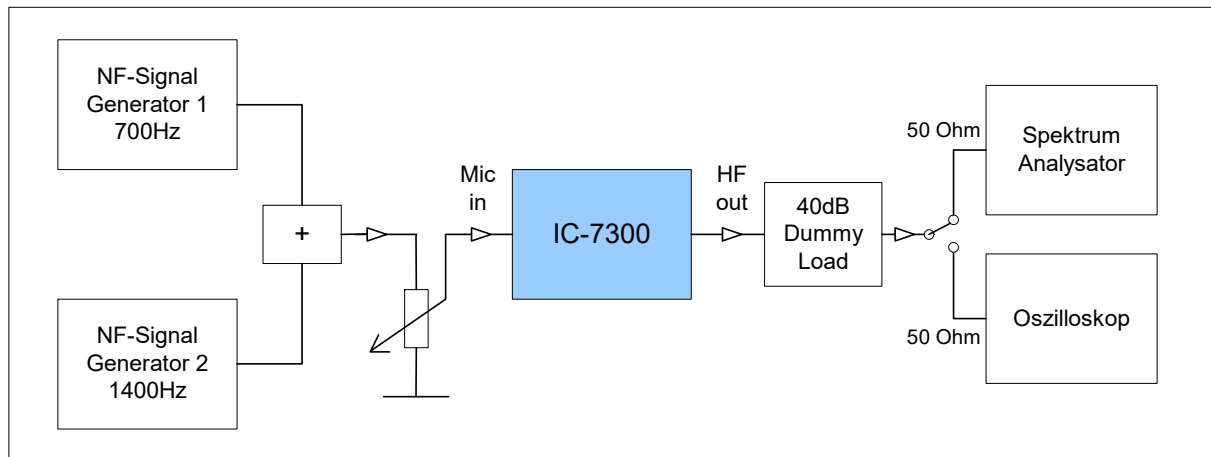
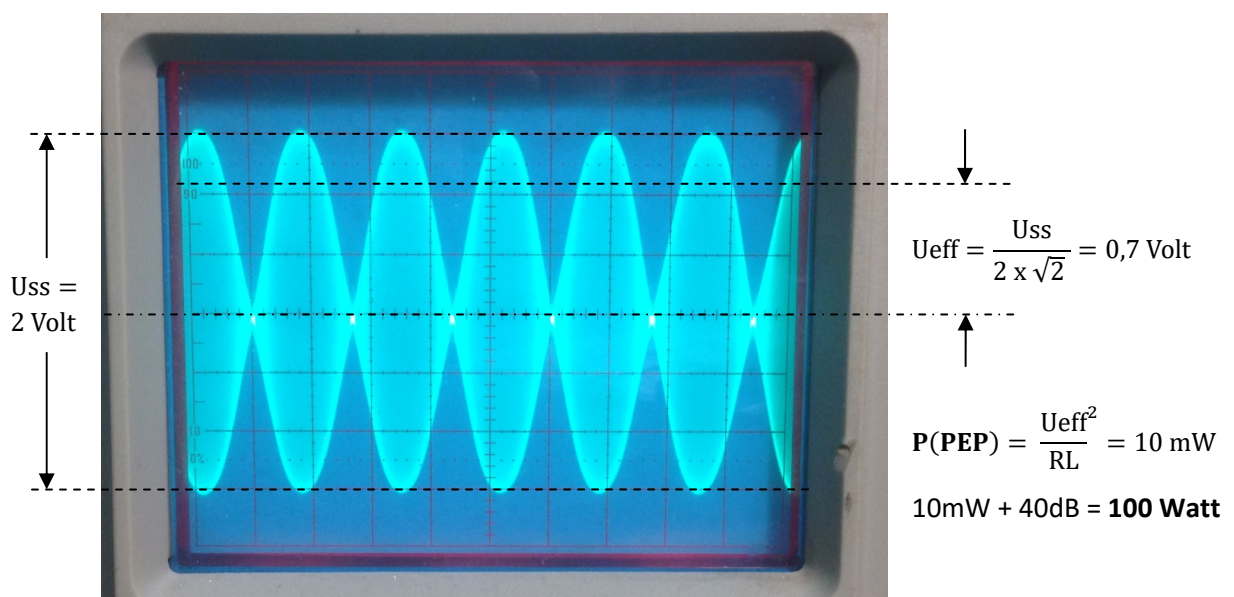

Bild 13: Messaufbau für Sender-Intermodulation
Bild 14: HF 2-Ton-Signal mit 100 Watt PEP am Scope im Zeitbereich, gemessen bei 14,1MHz
Zur Messung der Intermodulation der MOSFET-Endstufe, verbinden wir den Mikrofoneingang mit einem NF 2-Ton-Generator ($f_1=700\text{Hz}$, $f_2=1500\text{Hz}$) und stellen die Mikrofonspannung so ein, dass der Sender eine PEP-Ausgangsleistung von 100 Watt erreicht (**Bild 13**) (5). Da der Sender jetzt mit zwei gleich großen, dicht benachbarten Sinus-Signalen angesteuert wird, kommt es zu einer Schwebung, bei der sich die Signale addieren oder auslöschen (**Bild 14**). Die mittlere Leistung des Senders erreicht deswegen nicht 100Watt sondern nur $2 \times 25\text{Watt} = 50\text{Watt}$ und die Pegel der HF-Signale liegen 6dB unterhalb der maximalen Leistung des Senders von 100Watt. Erst im Schwebungsmaximum entsteht die doppelte Spannung und damit die vierfache Leistung eines Einzeltons und erst jetzt erreicht der Sender seine maximale Leistung von 100Watt PEP. Verwendet man ein externes Wattmeter, sollte